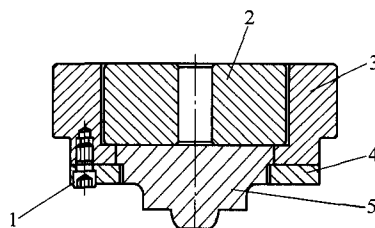
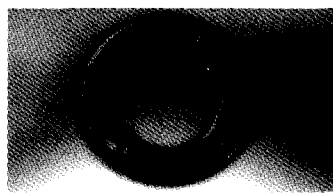

图3 上模结构示意图
图4 压圈
(6) 模具快换结构 换模时下模可事先组装好，与模套一起更换，因此要实现模具快换应重点考虑上模结构，图3是一种可实现快速换模的上模结构。设计上模快换压圈，如图4所示，这种压圈结构可将上模牢牢固定在通用的上模套上，且换模方便快捷（换模时，只需松开内六角螺栓、旋转压圈就可以把上模更换）。其材质选用45钢，不需热处理。